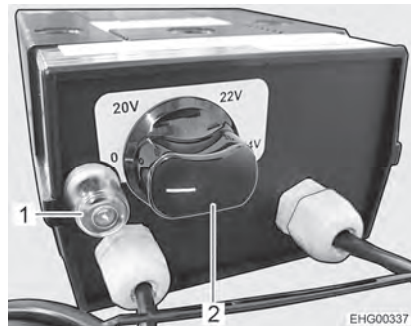

Bild 129 Regler für elektrische Fußbodenerwärmung
- Den Drehregler (Bild 129,2) auf die gewünschte Heizstufe drehen.
- Den Drehregler (Bild 129,2) auf Stellung "0" drehen.
Wenn der Regler überlastet wird, spricht der Überlastungsschutz an. Der Stift (Bild 129,1) springt heraus.
- Den Stift (Bild 129,1) am Überlastungsschutz eindrücken, wenn der Regler abgekühlt ist.